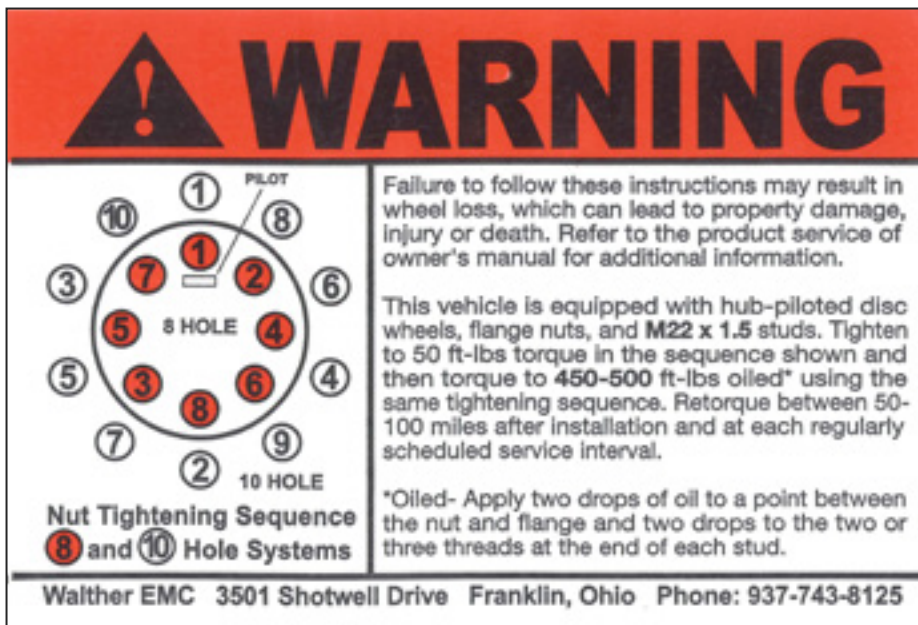

Figure 41 – Séquence de serrage, centrage par le moyeu
L'autocollant montré à la Figure 41 est apposé sur chaque remorque. Il est très important pour l'utilisateur de lire et de comprendre cette procédure de serrage des écrous de roue.
- Passer au goujon n° 2 en respectant la séquence de l'autocollant montré à la Figure 41. Répéter les étapes A à C ci-dessus.
**NE PAS** trop serrer les écrous de roue. Le couple prescrit, conformément à la Figure 41, produira la force de serrage maximale que le goujon peut offrir. Un serrage excessif vient en fait réduire la force de serrage produite et peut très probablement endommager le goujon et/ou le filetage.
- n. Serrer les écrous à 68 Nm (50 pi-lb), comme le prescrit l'autocollant à la Figure 41, pour bien mettre les roues en place.
- q. Procéder au serrage final des écrous à 644 Nm (475 pi-lb) en respectant la séquence de l'autocollant à la Figure 41.